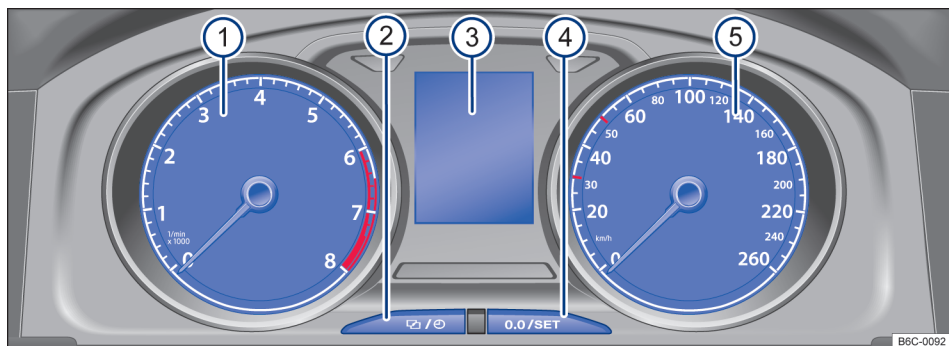
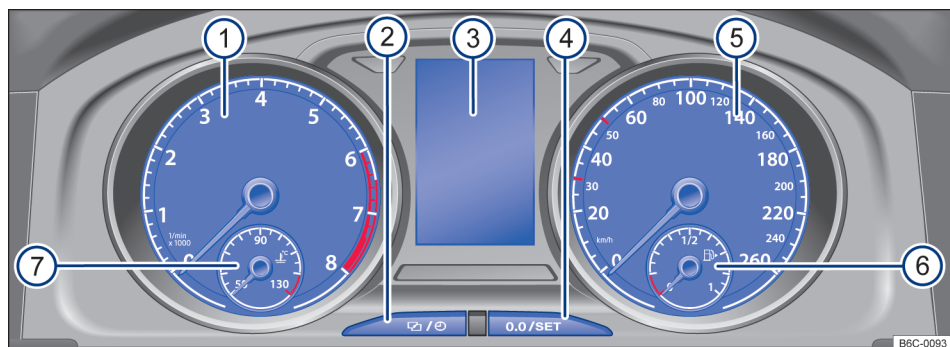

Fig. 9 Instrumento combinado no painel de instrumentos (variante 1). ▶
Fig. 10 Instrumento combinado no painel de instrumentos (variante 2).
Explicações sobre os instrumentos → Fig. 9 e → Fig. 10:
i Dependendo da versão do veículo, o indicador do nível de combustível pode estar localizado no visor do display → Fig. 9 ③ ou no velocímetro → Fig. 10 ⑥.
i Dependendo da versão do veículo, o indicador de temperatura do líquido de arrefecimento do motor pode estar localizado no visor do display → Fig. 9 ③ ou no tacômetro → Fig. 10 ⑦.